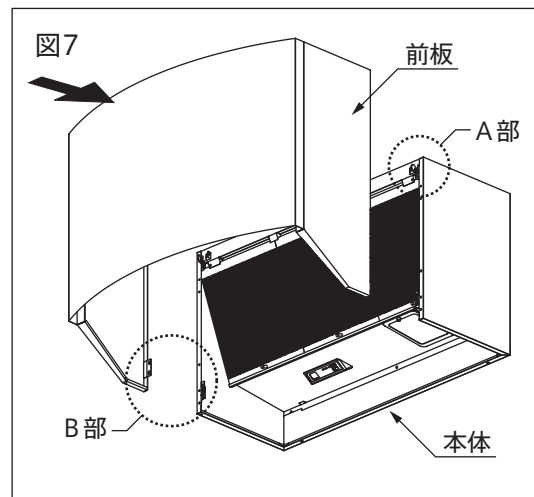

図 8 A部詳細図
(図 8)
- (1) 左右のローレットネジを外してください。
- (2) 前板を本体の本体フックに引っ掛けてから、前板を押し上げて、本体ツメに前板を差し込んでください。（図8）